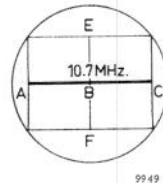

Fig. 21. Frequentieschaal
3. Stel de generator in op  $10,7 \text{ MHz}$  (frequentiegebied  $10\text{--}11,5 \text{ MHz}$ ). Plaats de FM-keuzeschakelaar in de stand „ $\Delta f = 200 \text{ kHz}$  ( $50 \text{ Hz}$ )”. Stel op de oscillograaf de knoppen voor horizontale en verticale centrering en horizontale versterking zodanig in, dat de lijn op het scherm symmetrisch ligt ten opzichte van de verticale middenas van de ruitverdeling (dus in fig. 21 is  $AB = BC$ ). Punt B op het scherm zal nu een frequentie van  $10,7 \text{ MHz}$  vertegenwoordigen.